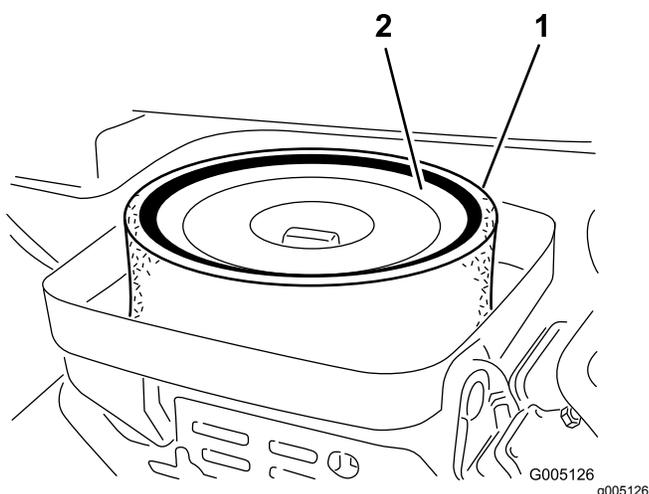

Рисунок 27
3. Снимите барашковую гайку крепления элементов к корпусу воздухоочистителя (Рисунок 27).
4. Если элемент из пеноматериала загрязнен, снимите его с бумажного элемента (Рисунок 27). Тщательно очистите его следующим образом: